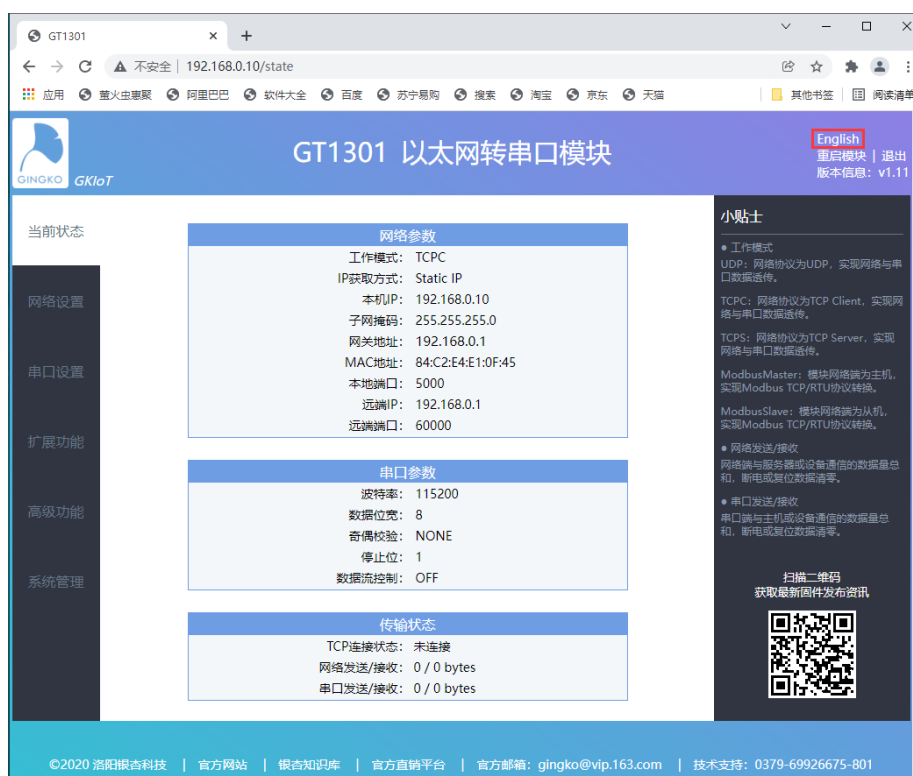

图 4-7 中英文切换功能
(7) 内置网页支持中英文切换模式，在网页的右上角有中英文切换按钮，如图 4-7 所示。